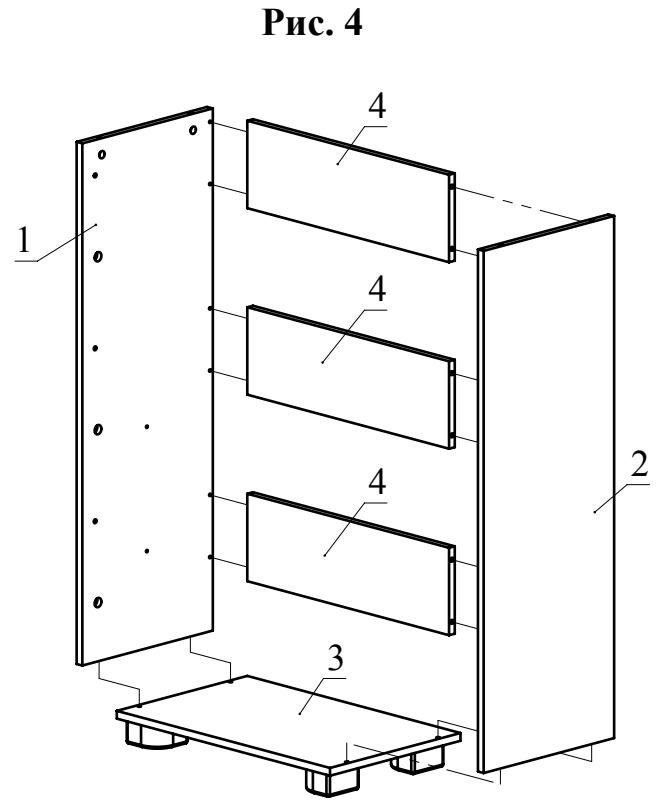

Рис. 4
3. Шурупами 4x25 прикрутите опоры к детали 3 (Рис.4).
4. Соедините детали 1 и 2 с деталями 4, затяните головки минификсов (Рис.4).
5. Конфирматами скрепите детали 1, 2 с деталью 3 (Рис.4).